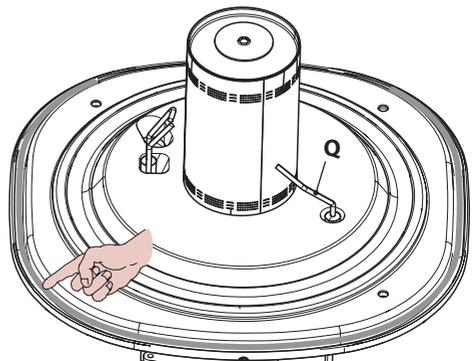
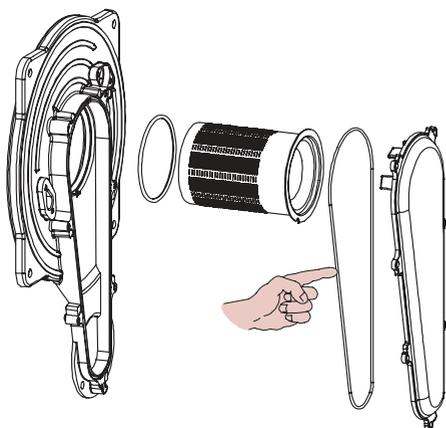

Figura 9.15
Figura 9.16
- La junta de silicón de la pared frontal de la cámara de combustión (Figura 9.15) y la junta de la tapa del conducto de aire/gas (Figura 9.16) deben cambiarse si están deterioradas, y en cualquier caso obligatoriamente cada 2 años.
- El electrodo de detección Q en la Figura 9.15 funciona también como sensor para la des-